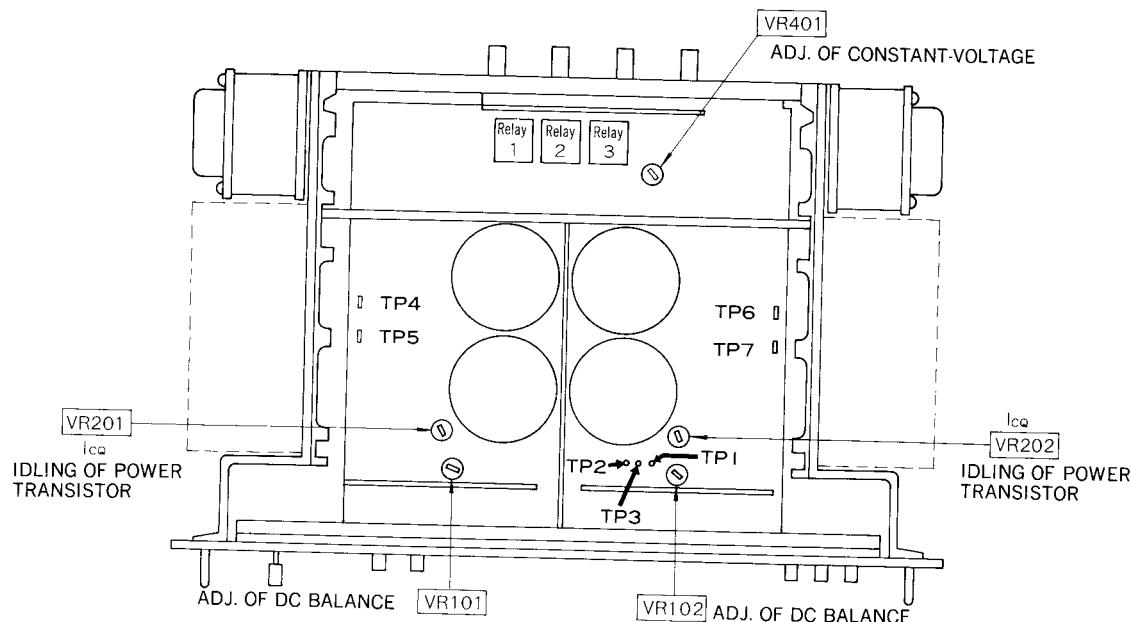

Fig. 1 (Abb. 1)
• Diagramm für die abzustimmenden Teile (Abb. 1)
• Diagramme des sections devant être réglées (Fig. 1)